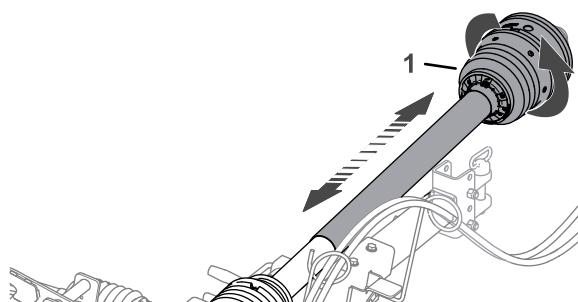

Figura 16
2. Gire la mitad delantera del protector del árbol de la TDF para efectuar una rotación completa (Figura 16).
3. Junte y separe las secciones de la mitad delantera del protector del árbol de la TDF para asegurarse de que se mueven libremente (Figura 16).